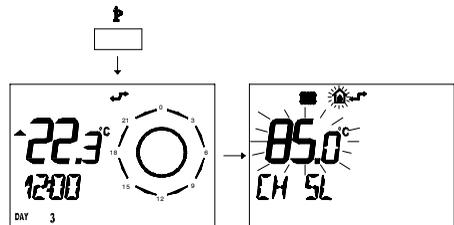

fig. 5.31
- 1 Premere per più di 3 secondi il pulsante  per entrare in modalità **INFO**. (fig. 5.31)